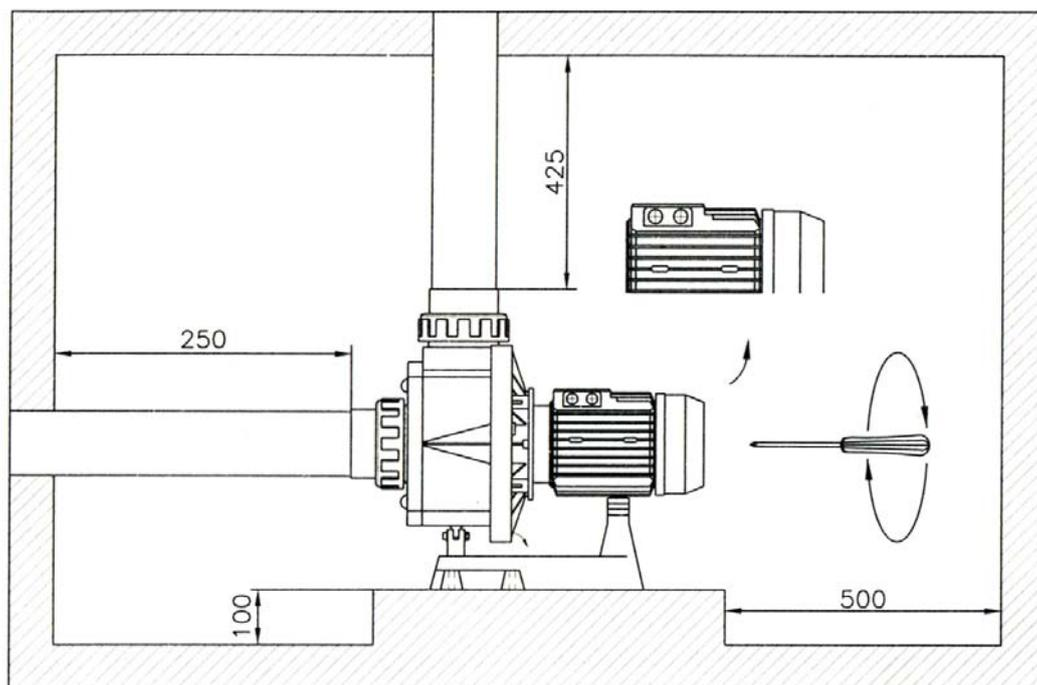

рис. 1
Размеры помещения должны обеспечивать свободный доступ к блоку двигателя в случае его демонтажа (в горизонтальном положении) и воздушного фильтра (в вертикальном положении) (см. рис. 1, стр.8).
Убедитесь, что вал двигателя свободно вращается; запрещается запускать насос при заблокированном двигателе. Для ручного запуска с помощью отвертки, на конце вала со стороны вентилятора имеется паз (рис. 1 стр. 8). В трехфазных двигателях, работающих в обратном направлении крыльчатка (13) может отсутствовать. Обратное вращение может стать причиной механических повреждений. Запустите двигатель на несколько секунд и убедитесь, что направление вращения совпадает с направлением обозначенным стрелкой на крышке вентилятора. В противном случае свяжитесь с монтажником (смените фазы).
Если насос длительное время не работал, то при низких температурах вода может замерзнуть в нем, поэтому воду надо удалить из гидравлического кожуха (9), стр 12. Для этого, следует удалить затвор (7), вынув его из кольца (8). Перед началом работы насоса, снова установите затвор (7) и кольцо (8) назад. Заполните камеру насоса (9) водой и проверьте с помощью отвертки (рис.1, стр.8), что вал двигателя проворачивается. Если вал двигателя заклинило, вызовите квалифицированного техника.